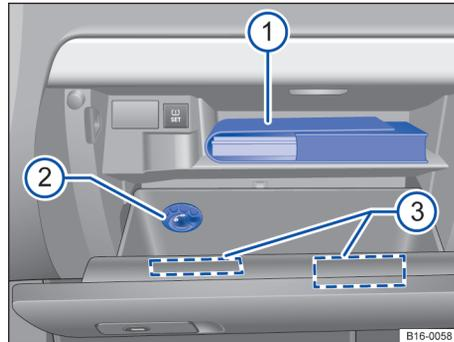

Fig. 103 Guantera abierta.
La documentación de a bordo se encuentra en la zona superior de la guantera ⇒ fig. 103 ①.